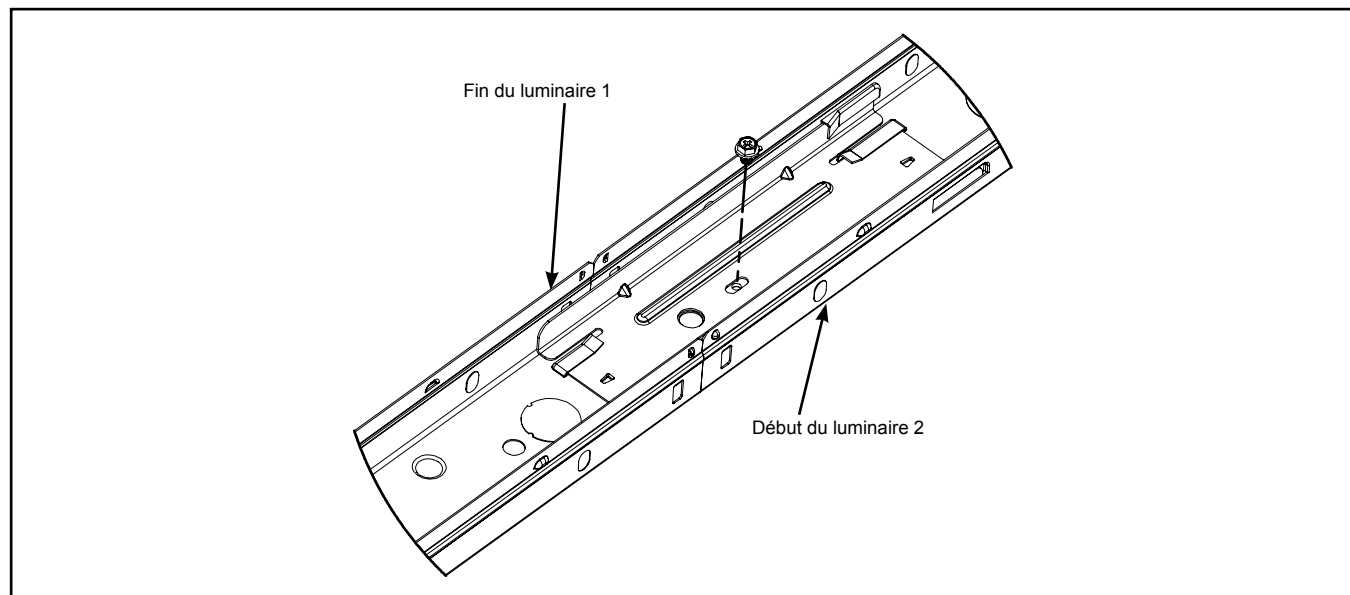

Figure 4
4. Faire glisser l'autre extrémité du support sur le luminaire sur lequel vous souhaitez fixer le support. Ensuite, utiliser les vis fournies pour fixer le support en place (figure 4).